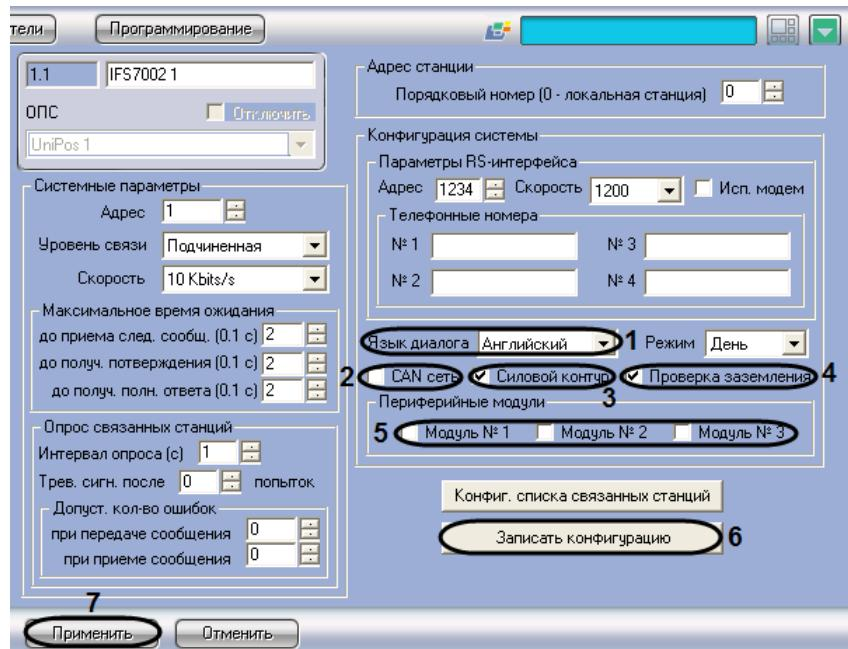

Рис. 3.3-2 Конфигурирование станции IFS7002
1. Перейти на панель настройки объекта **IFS7002** (Рис. 3.3-2).
2. Из раскрывающегося списка **Язык диалога** выбрать требуемый язык интерфейса станции IFS7002 (см. Рис. 3.3-2, 1).
3. Для включения поддержки CAN-интерфейса на станции установить флагок **CAN сеть** (см. Рис. 3.3-2, 2).
4. Для включения силового контура, подключенного к станции, установить флагок **Силовой контур** (см. Рис. 3.3-2, 3).
5. Для включения проверки заземления кабелей, подключенных к станции, установить флагок **Проверка заземления** (см. Рис. 3.3-2, 4).
6. Для включения периферийных модулей, подключенных к станции, установить флагок напротив номера соответствующего модуля (см. Рис. 3.3-2, 5).
7. Для применения настроек на станции нажать кнопку **Записать конфигурацию** (см. Рис. 3.3-2, 6).
- Для сохранения настроек во внутренней базе данных ПК ACFA *Intellect* нажать кнопку **Применить** (см. Рис. 3.3-2, 7).